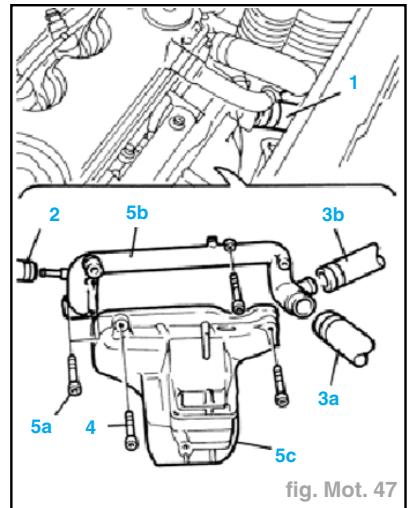

fig. Mot. 47
- Détacher du thermostat le tuyau supérieur radiateur (1) (fig. Mot. 47).